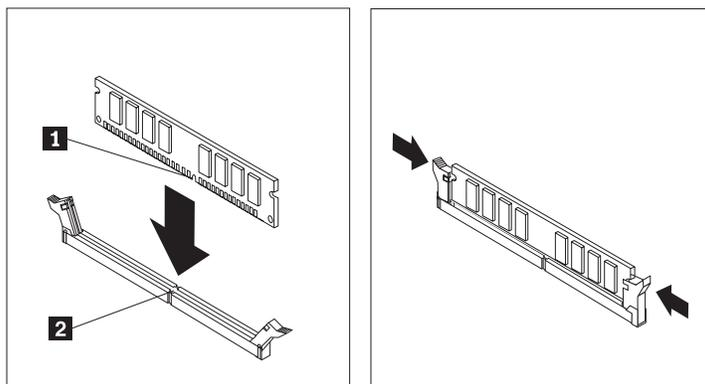

図 26. メモリー・モジュールの取り付け
4. 新しいメモリー・モジュールをメモリー・コネクターの上に置きます。このメモリー・モジュールの切り欠き **1** とシステム・ボード上のコネクター・キー **2** の位置を正確に合わせます。メモリー・モジュールをコネクターにまっすぐに挿し込んで、固定クリップが閉じるまでそのまま押し下げます。 図 26 を参照してください。